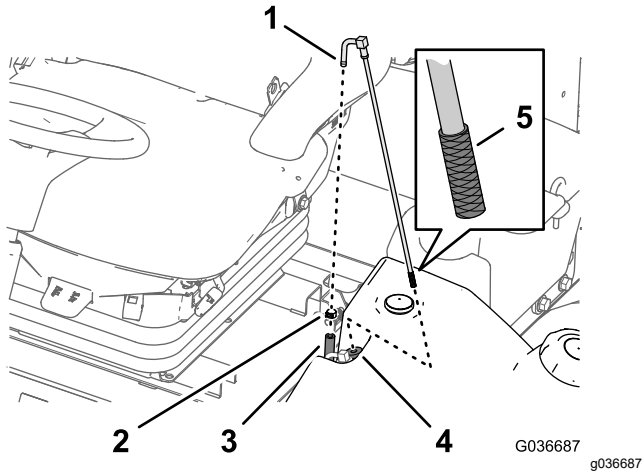

Figure 58
1. Retirez le collier qui fixe le flexible d'alimentation au raccord du tube d'aspiration de carburant (Figure 58).
2. Débranchez le flexible du raccord (Figure 58).
3. Soulevez le tube d'aspiration hors du réservoir de carburant (Figure 58).
4. Nettoyez les débris éventuellement présents sur la crépine à l'extrémité du tube d'aspiration de carburant (Figure 58).
5. Insérez le tube d'aspiration de carburant dans la bague en caoutchouc et dans le réservoir (Figure 58).